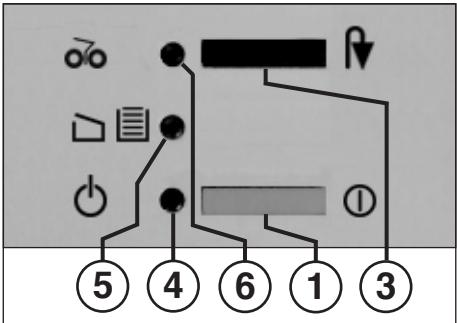

Fig. 1
#### 1 = Pulsante (Fig. 1)
#### 3 = Pulsante „Inversione rotazione“ (Fig. 1)
##### „Pronto funzione“ (Fig. 1)
#### 5 = Spia di controllo (Fig. 1)
##### „Inceppamento“ (Fig. 1)
- Inserire la macchina tramite il pulsante (1) (fig. 1). La spia di controllo (4) (Fig. 1) si accende.
Se il contenitore di raccolta è colmo la macchina viene disinserita. La spia di controllo "Contenitore di raccolta colmo" (5) (Fig. 1) si accende. Svuotare il contenitore di raccolta come segue:
- Infilare nella macchina il telaio scorrevole con il sacco di raccolta e chiudere lo sportello. La spia di controllo (5) (Fig. 1) si spegne.
Assicurarsi che durante la notte l'apparecchio sia sempre disinserito (pulsante (1) (Fig. 1).
- La spia di controllo (6) (Fig. 1) si accende.
- Azionare brevemente il pulsante per lo scorrimento all'indietro (3) (fig. 1).
- La spia di controllo (6) (Fig. 1) si spegne.
Sollecitando il motore oltre i limiti avviene il blocco. Disinserire la macchina tramite il pulsante (1) (Fig. 1).